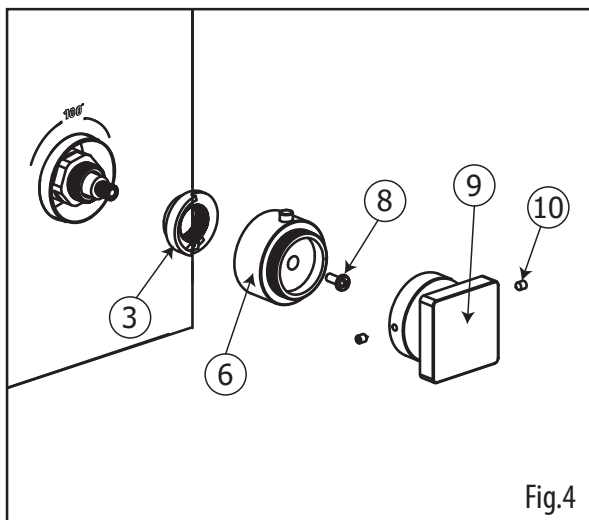

Fig.4
- Remove the handle (9), the thermo handle adapter (6) and the temperature limit stopper (3) as shown (fig.4).
- Enlever la poignée (9), l'adaptateur (6) et le limiteur de température (3) tel qu'illustré (fig.4).*